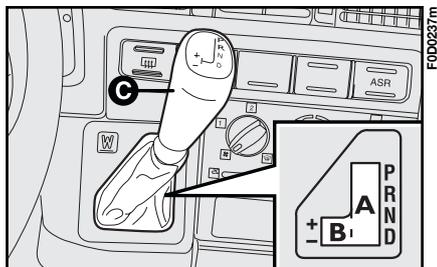

fig. 4
La principale caratteristica di questo cambio è la possibilità di essere usato in modo automatico o manuale sequenziale. La scelta del modo di funzionamento si effettua posizionando la leva del cambio nel settore destro **A-fig. 4** (cambio marce automatico) oppure nel settore sinistro **B** (cambio marce manuale sequenziale).
Per il funzionamento automatico spostare la leva del cambio nel settore destro **A-fig. 4** in una delle quattro posizioni:
Per evitare inserimenti accidentali, lo spostamento della leva del cambio sulla posizione **P** è consentito solo con il pulsante **C-fig. 4** premuto.
**AVVERTENZA** Lo spostamento della leva dalla posizione **P** è consentito solo premendo il pulsante **C**-fig. 4 con pedale freno premuto.
Per evitare spostamenti accidentali, lo spostamento della leva su questa posizione è consentita solo premendo il pulsante **C**-fig. 4.
Per il funzionamento manuale sequenziale spostare la leva sul settore sinistro **B-fig. 4** a due posizioni: